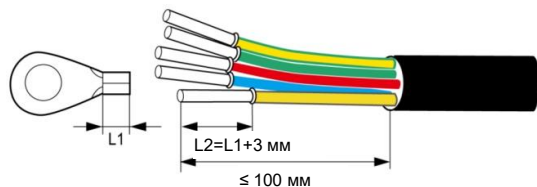

Рис. 5.8 Клемма обжимного кабеля
(1) Подключите четыре провода трехфазной общественной электросети L1, L2, L3 и N к интерфейсу разъема переменного тока в соответствии с таблицей 5-1, а провод заземления подключите к точке заземления на внешней стороне корпуса и убедитесь, что проводники обжаты прочно, без воздействия , как показано на рис. 5.8;